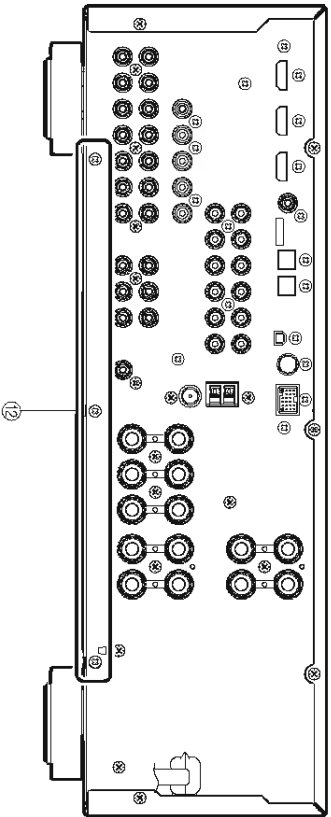

Fig. 6
- e. Remove 3 screws (⑫). (Fig. 6)
- e. ⑫のネジ3本を外します。(Fig. 6)